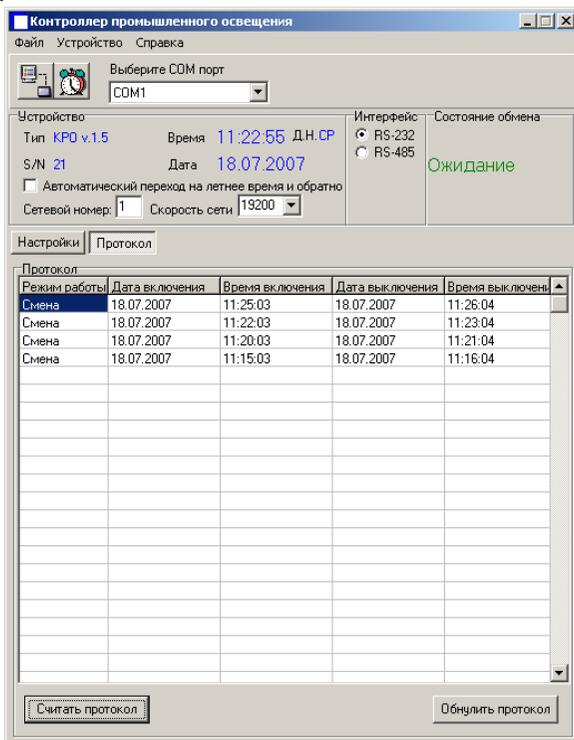

Рис. 8 Окно просмотра протокола включений и отключений освещения
2.3.7 Для просмотра статистики операций включения и отключения освещения необходимо нажать на кнопку «Протокол». Откроется окно отображения протокола (рис. 8).